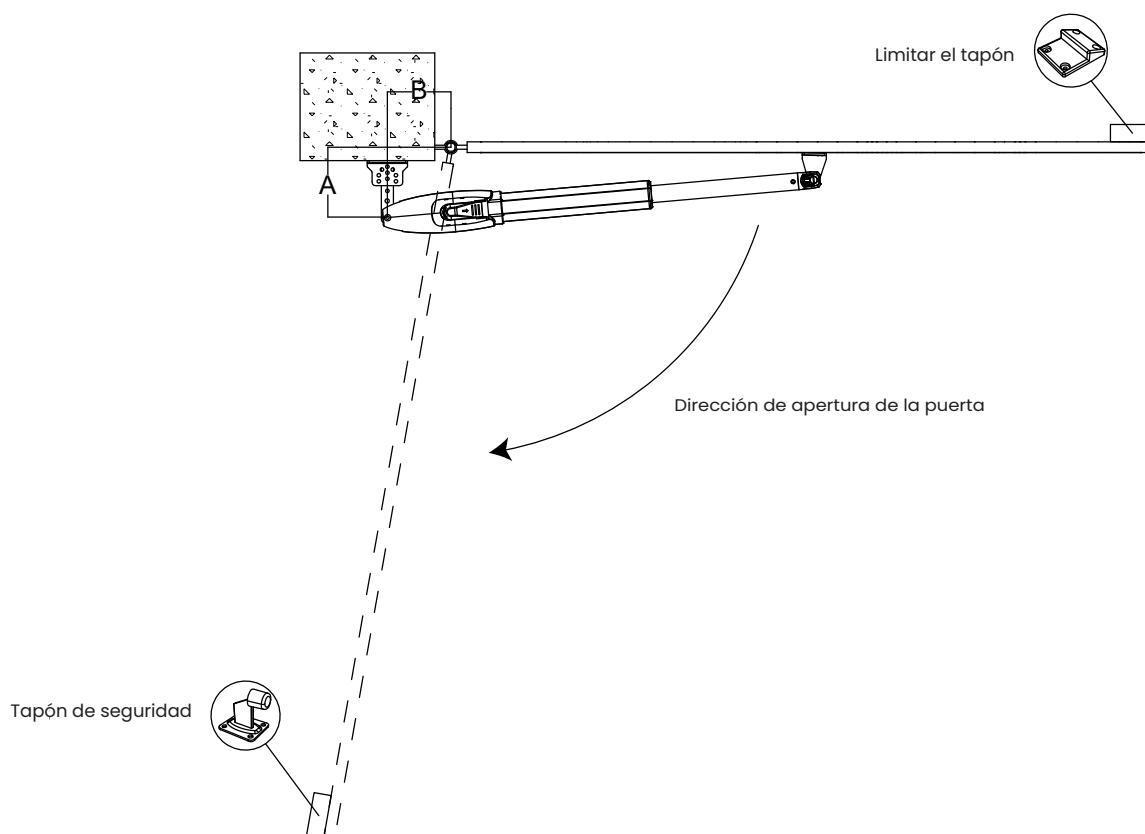
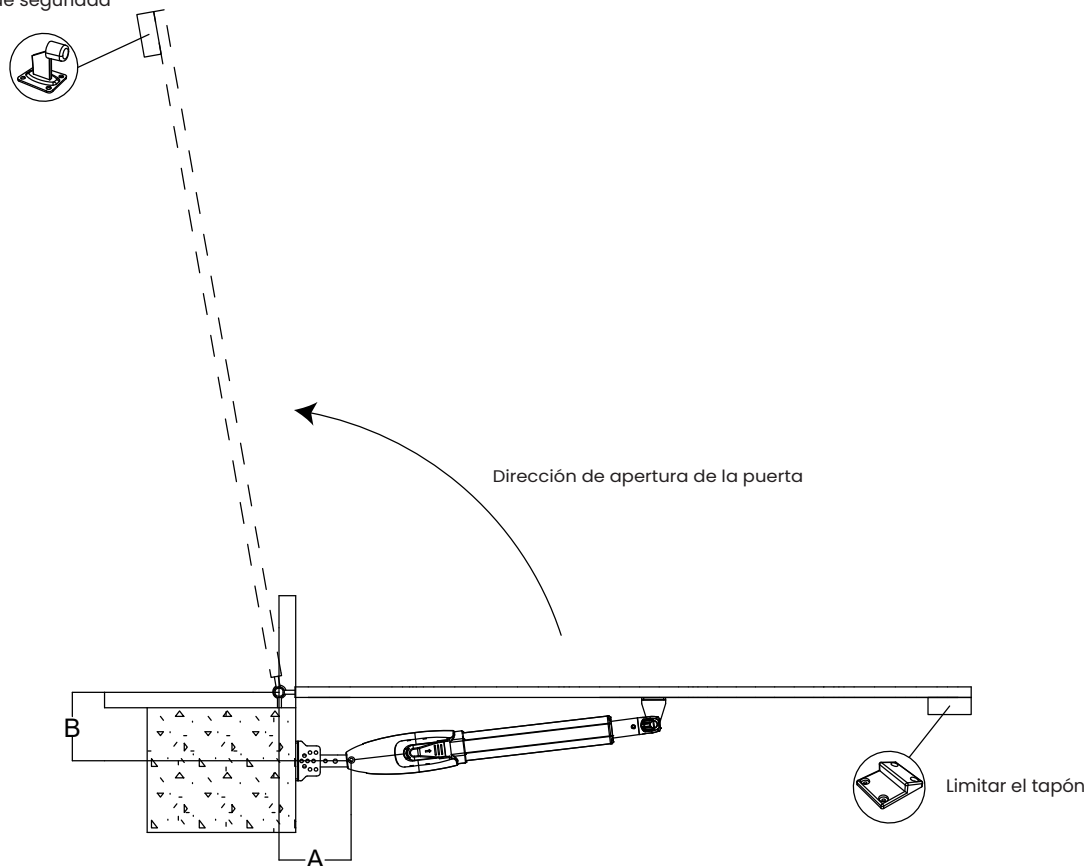

Figura 2
Figura 3
- Para garantizar la seguridad y proteger las máquinas, instale un tapón de puerta en la posición del límite abierto cuando la puerta se abra hacia afuera para evitar que la puerta pase por su recorrido. Mientras tanto, para permitir que los 2 balanceados se cierren a su posición límite precisa, instale un tapón de límite en la posición límite cerrada (como se muestra en la figura 3). De manera similar, cuando la puerta se abra hacia adentro, por favor instale un tapón límite en la posición del límite cerrado (como se muestra en la figura 2).